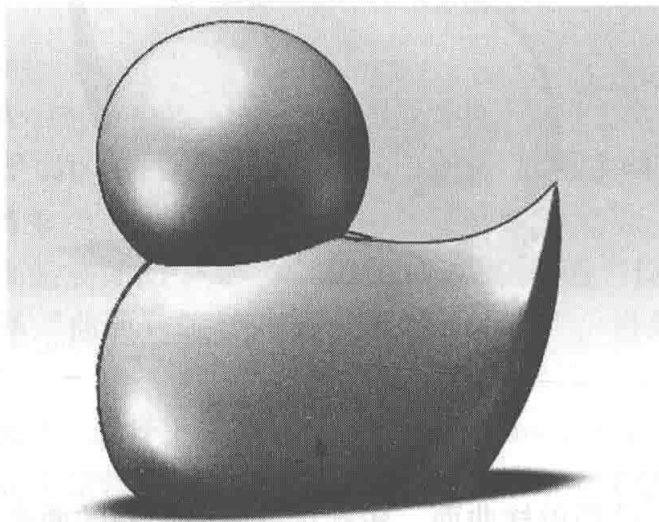

图 3-63 曲面实体
(2) 退出草图，选择“曲面→旋转曲面（旋转 360°）”，得到曲面实体，如图 3-63 所示。